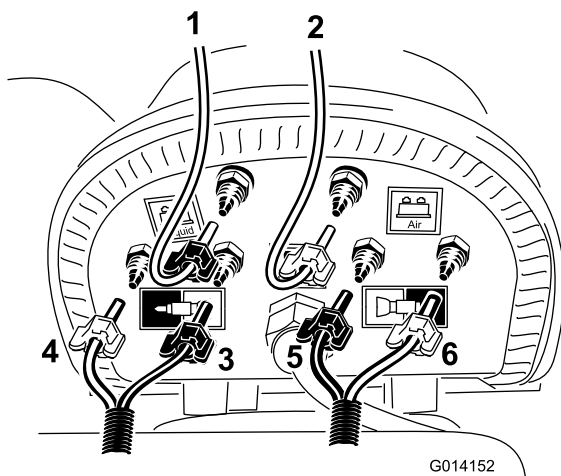

Figura 17
**Nota:** Collegate il tubo trasparente al raccordo scanalato **blu** o dell'acqua sul compressore, come illustrato in Figura 17. Usate una fascetta per tubo blu per fissare entrambi i tubi. La guaina delle tubazioni dovrà essere ulteriormente aperta affinché le tubazioni si adattino alla lunghezza del gruppo serbatoio.
3. Individuate il flessibile di equalizzazione corto tagliato in precedenza e collegate il tubo trasparente al raccordo scanalato rimasto libero sul tappo del serbatoio, come illustrato in Figura 17.
5. Individuate il flessibile della schiuma disposto in direzione della barra sinistra e montate il tubo blu e il tubo trasparente nei punti illustrati in Figura 17.
6. Individuate il flessibile della schiuma disposto in direzione della barra destra e montate il tubo blu e il tubo trasparente nei punti illustrati in Figura 17.